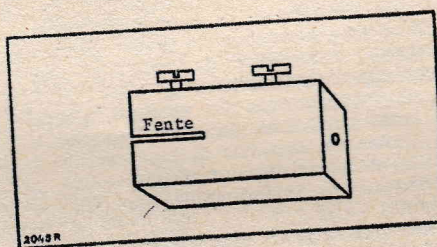

Fig. 2
- 4) A l'aide d'une fine scie à métaux, faire une fente jusqu'à la moitié de la pièce (Fig. 2).